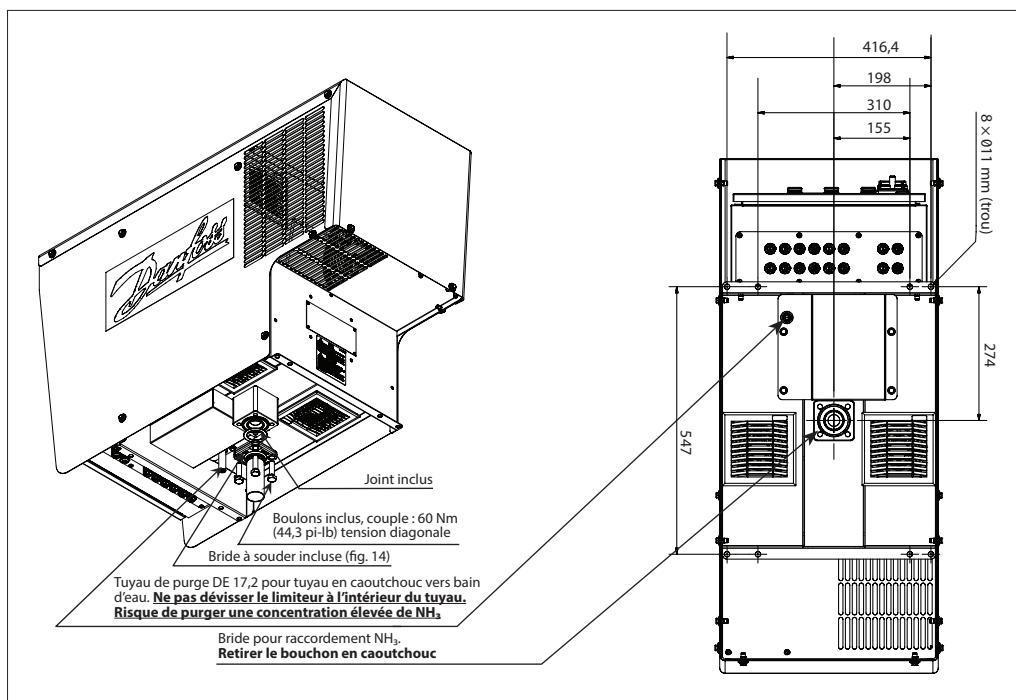

Fig. 13 Raccordement pour ammoniac
1. Préparer la tuyauterie pour ammoniac avec la bride à souder conformément aux figures 13 et 14. La tuyauterie principale/d'évacuation ne doit jamais être inférieure au diamètre intérieur de Ø37 mm (1,5").
3. Soulever le purgeur et le positionner à l'aide des œilletons de levage de chaque côté de l'armoire du purgeur. **Retirer le bouchon en caoutchouc de l'ouverture de la bride. Voir fig. 13.**